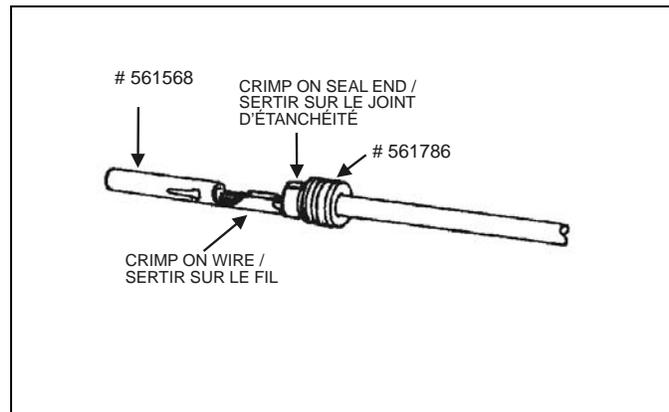

FIGURE 2 : PRÉPARATION DES FILS
4. Dégager 5mm de gaine aux fils d'alimentation de la pompe. Enfiler les joints d'étanchéités pour connecteur #561786, sertir les chevilles de contact (figure 2) et insérer les fils dans le connecteur en plaçant le conducteur rouge à la position A, et le noir à la position B.